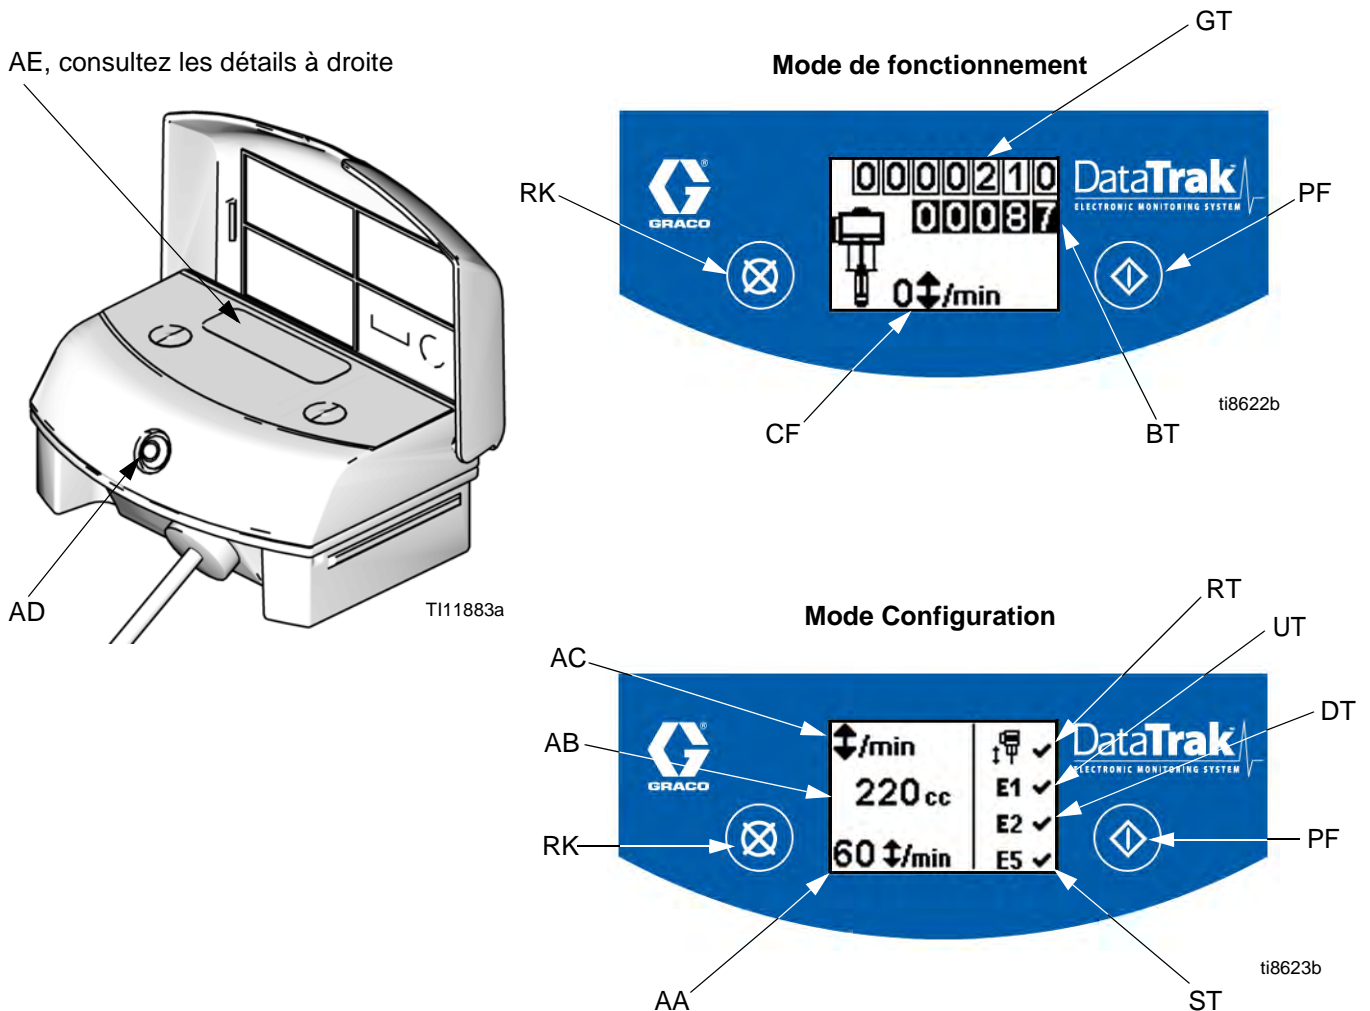

FIG. 7. Commandes et témoins du DataTrak
## Légende de la Fig. 7
1. Consultez la FIG. 7. Appuyez et maintenez  pendant 5 secondes jusqu'à ce que le menu Configuration apparaisse.
**REMARQUE :** Lorsque les options d'erreur E1, E2 et E5 et la protection contre l'emballement sont activées,  apparaît dans l'écran de configuration. Consultez la FIG. 7.
1. Consultez la FIG. 7. Si l'emballement de la pompe se produit, l'électrovanne d'emballement s'enclenchera, arrêtant ainsi la pompe. La DEL (AD) clignotera et l'affichage (AE) indiquera une condition d'emballement (consultez le Tableau 1). L'affichage fera apparaître une suite de six écrans d'instructions.
2. Écrans d'emballement 1 et 2 : Pour réinitialiser l'électrovanne d'emballement, fermez la vanne d'air principale (E). Attendez que l'air soit complètement purgé du moteur pneumatique.
5. Ouvrez la vanne d'air principale (E) pour redémarrer la pompe.
**REMARQUE :** Pour désactiver la surveillance des emballements, passez en mode de configuration et mettez la valeur d'emballement à 0 (zéro) ou basculez (RT) sur arrêt  (consultez la FIG. 7).
1. Consultez la FIG. 7. Pour entrer en mode Amorçage/Rinçage, appuyez sur n'importe quelle touche pour activer l'affichage puis appuyez sur . Le symbole Amorçage/Rinçage apparaîtra dans l'affichage et la DEL clignotera
2. En mode Amorçage/Rinçage, la protection contre l'emballement est désactivée et le totalisateur de lots (BT) ne compte pas. Le grand totalisateur (GT) continue le décompte.
Consultez la FIG. 7. Le dernier caractère du totalisateur de lots (BT) représente les dixièmes de gallons ou de litres. Pour réinitialiser le totalisateur, appuyez sur n'importe quelle touche pour activer l'affichage puis appuyez sur  et maintenez pendant 3 secondes.
Consultez la FIG. 7. L'affichage (AE) s'éteindra après 1 minute d'inactivité en mode de fonctionnement ou après 3 minutes en mode de configuration. Appuyez sur n'importe quelle touche pour activer l'affichage.
**REMARQUE :** L'affichage (AE) peut s'éteindre si le DataTrak reçoit une importante décharge d'électricité statique. Appuyez sur n'importe quelle touche pour activer l'affichage.
DataTrak peut diagnostiquer plusieurs problèmes de pompe. Lorsque le dispositif de contrôle détecte un problème, la DEL (AD, FIG. 7) clignote et un code de diagnostic apparaît dans l'affichage. Consultez le Tableau 1.